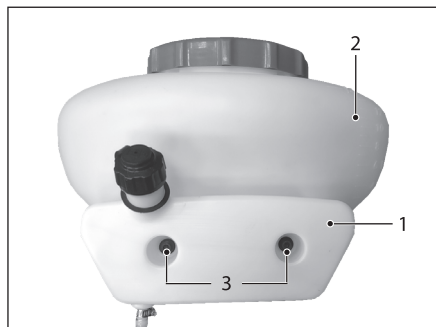

Рис. 8
2. Для модели GS-43: снимите топливный бак 1 (рис. 8) с бака распыляемого вещества 2, открутив два винта 3.